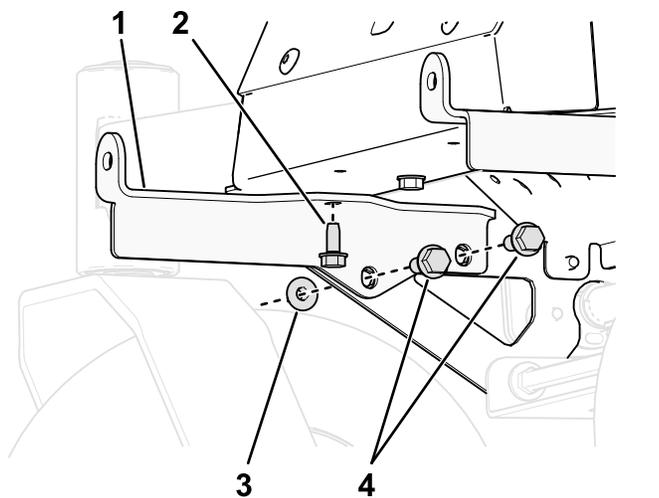

Рисунок 3
1. Установите левый и правый монтажные кронштейны груза на нижнюю сторону рамы, используя 3 болта ($\frac{3}{8}$ x 1 дюйма) и 3 контргайки ($\frac{3}{8}$ дюйма) на каждой стороне, как показано на **Рисунок 3**.